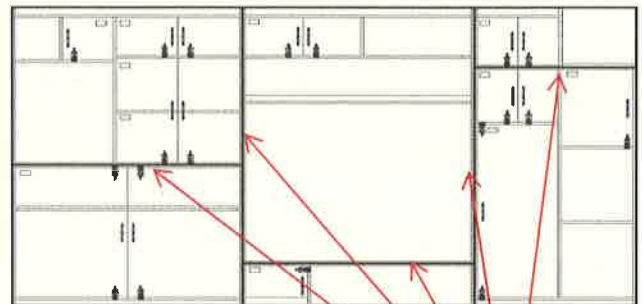

図3-2-1
- ②収納棚上下のブラケットのビスを外します … 写真3-2-1
- ③収納棚同士の連結ビスを取り外し、収納棚を取り外します … 図3-2-1